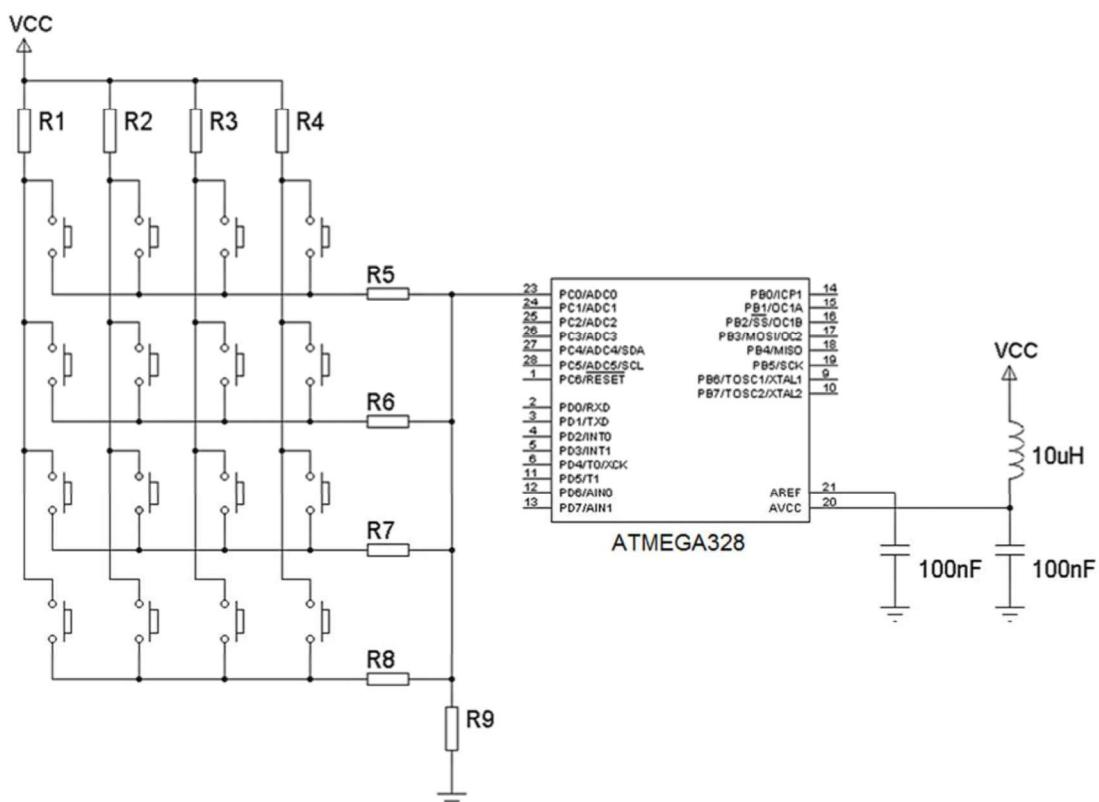

Fig. 19.5 – Leitura de um teclado 4×4 com o uso do ADC.
Uma técnica interessante para ler um teclado no formato matricial é utilizar o ADC para converter um sinal de tensão proveniente de uma rede resistiva. Na fig. 19.5, é apresentado um teclado com 16 teclas com um arranjo adequado de resistores. Assim, quando uma determinada tecla for pressionada, será gerada uma tensão única sobre o resistor R9. De acordo com a tensão gerada, se determina qual tecla foi pressionada. Com nenhuma tecla pressionada, a tensão sobre o resistor R9 será nula.
Para que o sistema funcione adequadamente, é necessário calcular os resistores empregados garantindo 16 faixas de tensão diferentes para a entrada do ADC (fig. 19.5). Nesse caso, é importante empregar resistores de precisão para evitar variações consideráveis de tensão para cada tecla. Para a estabilidade da leitura, na avaliação dos dados do ADC, o programa deve considerar uma faixa de tensão pertinente para cada tecla. A tensão de referência para o ADC deve ser a tensão de alimentação do sistema.
19.2 – Determine valores para os resistores da fig. 19.5. Depois repita o cálculo para um teclado matricial de 12 e 9 teclas.